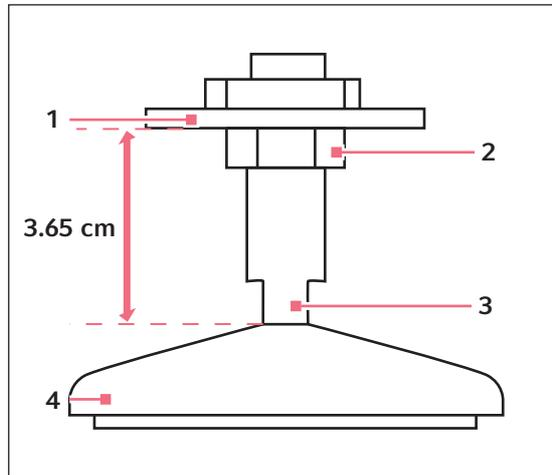

Fig. 6-2: Pied ajustable (tel qu'expédié)
1. Immobiliser le contre-écrou du haut contre l'appareil au moyen d'une clé à molette lorsque vous ajustez le pied, afin d'éviter que la tige filetée ne tombe (voir Fig. 6-2 à la page 23).